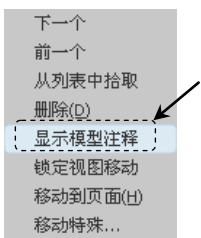
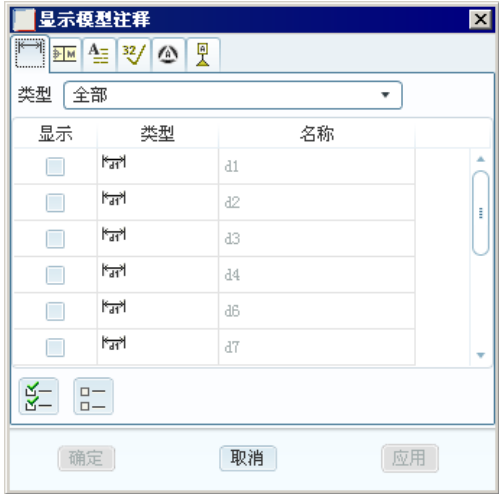
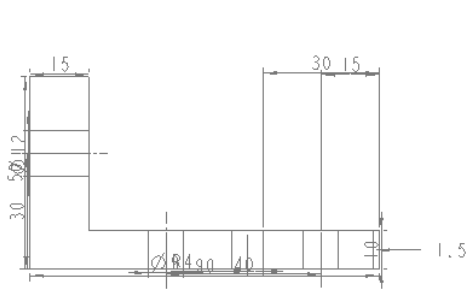

图 10.11.11 快捷菜单
图 10.11.12 “显示模型注释”对话框
图 10.11.13 显示尺寸及中心线
Step1. 在快捷菜单中单击 **注释** 选项卡, 然后选中图 10.11.10 中所示的主视图并右击, 在弹出图 10.11.11 所示的快捷菜单中选择 **显示模型注释** 命令, 系统弹出图 10.11.12 所示的“显示模型注释”对话框。
(1) 单击对话框顶部的 **尺寸** 选项卡。
(2) 选取显示类型：在对话框的 **类型** 下拉列表中选择 **全部** 选项，然后单击  按钮；在对话框中单击  选项卡，然后单击  按钮。
(3) 单击对话框底部的 **确定** 按钮，结果如图 10.11.13 所示。